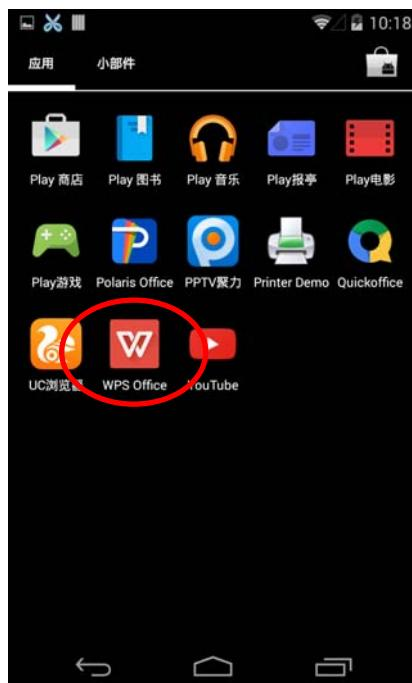

图 25
4.1 运行已安装的 APP “WPS Office”，如图 25 所示；